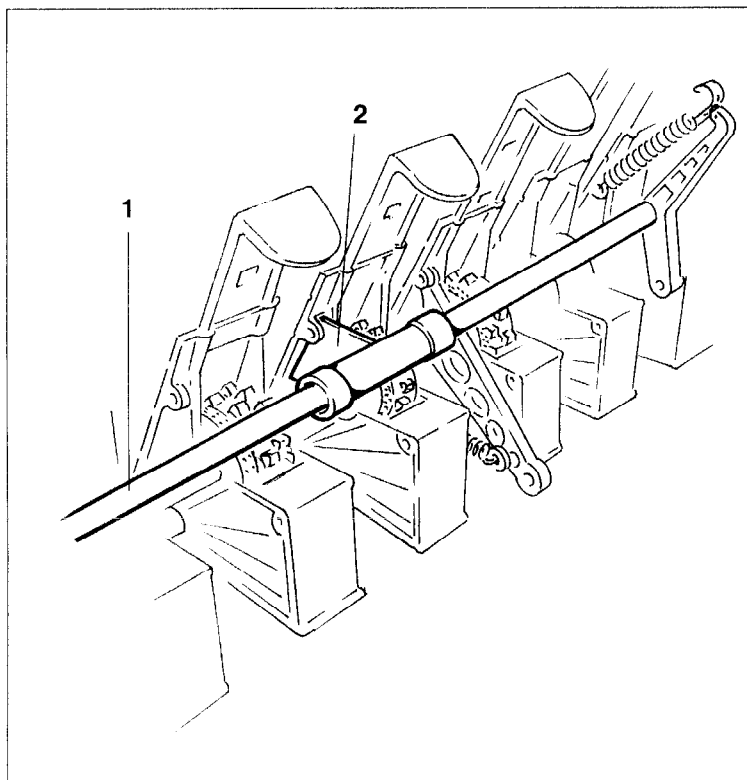

Fig. 7.26
- Basculez vers le haut l'arbre de commande du jalonage (fig. 7.26/1) . Ce faisant, glissez le support (fig. 7.26/2), assurant l'alignement axial de l'arbre de commande du jalonage dans le logement formé par un évidement pratiqué dans un carter de distribution.